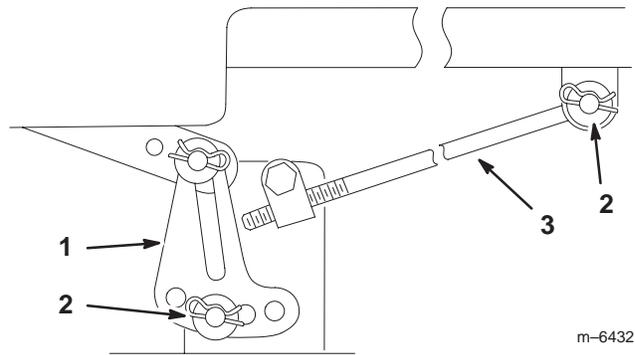

Figure 46
Remarque : Avant de déposer le plateau de coupe, notez les trous de fixation utilisés sur les pattes de mise à niveau (Fig. 46).
5. Retirez la goupille fendue et la rondelle de la tige de réglage (Fig. 46) de chaque côté du plateau de coupe.
6. Enlevez la goupille fendue et la rondelle des pattes de mise à niveau (Fig. 46) de chaque côté du plateau de coupe. Notez le trou de montage de la patte de mise à niveau en prévision de la repose. Dégagez les pattes de l'axe de montage.
5. Fixez la tige de réglage à la machine à l'aide de la rondelle et de la goupille fendue (Fig. 46) de chaque côté du plateau de coupe.
6. Enfilez les pattes de mise à niveau sur les axes de montage et fixez-les à l'aide des rondelles et des goupilles fendues (Fig. 46).